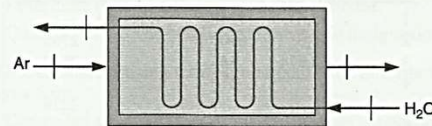

FIGURA P6.50
6.50 Um trocador de calor, mostrado na Fig. P6.50, é usado para resfriar um escoamento de ar de 800 K para 360 K, a uma pressão constante de 1 MPa. O fluido refrigerante é água a 15°C e 0,1 MPa. Se a água sai como vapor saturado, determine a razão entre as vazões $m_{\text{água}}/m_{\text{ar}}$.